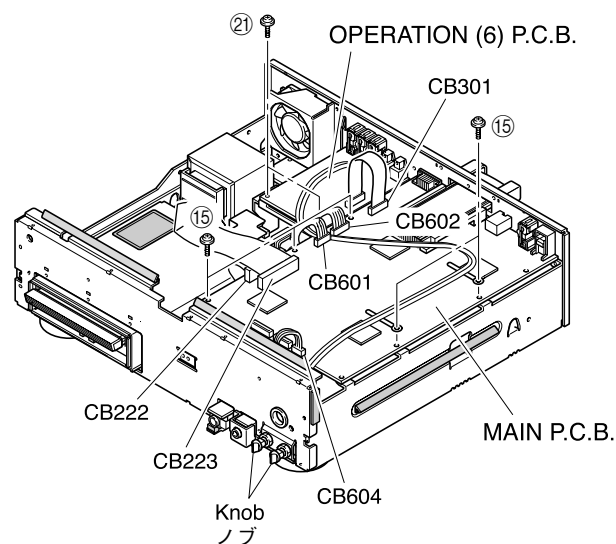

Fig. 15
- i. Disconnect the connectors (CB222, CB223, CB301, CB601, CB602 and CB604). (Fig. 15)
- j. Remove 5 screws (15) and then remove the MAIN P.C.B. (Fig. 15)
- n. Remove 2 knobs. (Fig. 15)
- q. Remove 2 screws (21) and then remove the OPERATION (6) P.C.B. (Fig. 15)
- i. CB222、CB223、CB301、CB601、CB602、CB604を外します。(Fig. 15)
- j. 15のネジ5本を外し、MAIN P.C.B.を外します。(Fig. 15)
- n. ノブ2個を外します。(Fig. 15)
- q. 21のネジ2本を外し、OPERATION (6) P.C.B.を外します。(Fig. 15)